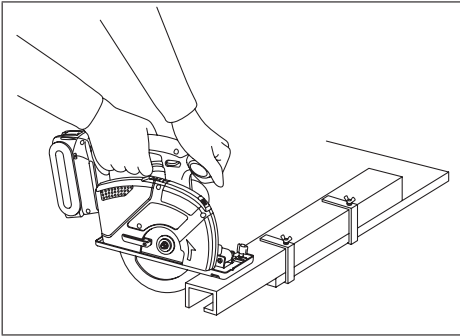
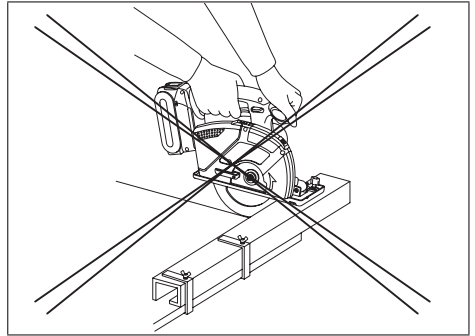

Bild 17
Bild 18
1. Placera den bredare kanten på skon över den del av arbetsstycket som är fast förankrad (se bild 17). Placera aldrig denna kant över en del av arbetsstycket som kommer att ramla loss vid sågning (se bild 18).